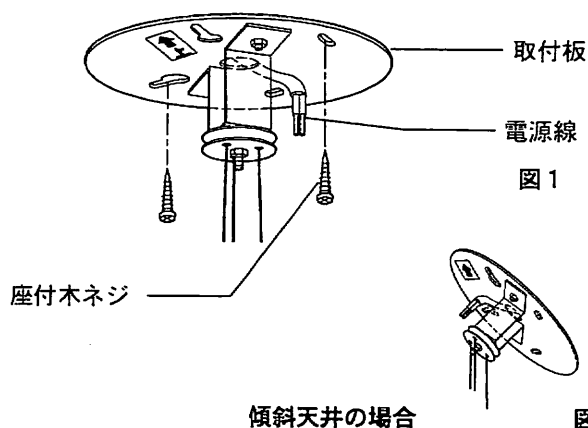

図1
1. 取付板をセットします。(図1)
- ①電源線を取付板の電源孔に通します。
- ②付属の座付木ネジで取付板を固定します。